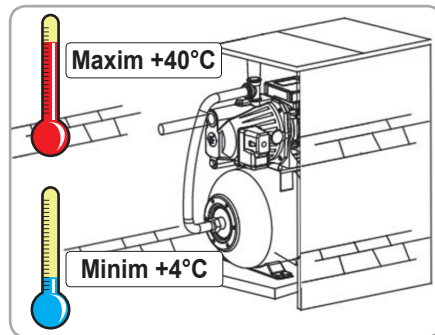

Fig.2
- Pe întreaga perioadă de funcționare a hidroforului trebuie să se asigure un mediu uscat și ventilat la temperaturi cuprinse între +4...40°C (Fig.2).
- Hidroforul poate fi instalat și afară dacă au o acoperire adecvată pentru a preveni ploaia, vântul sau înghețul (Fig.2).